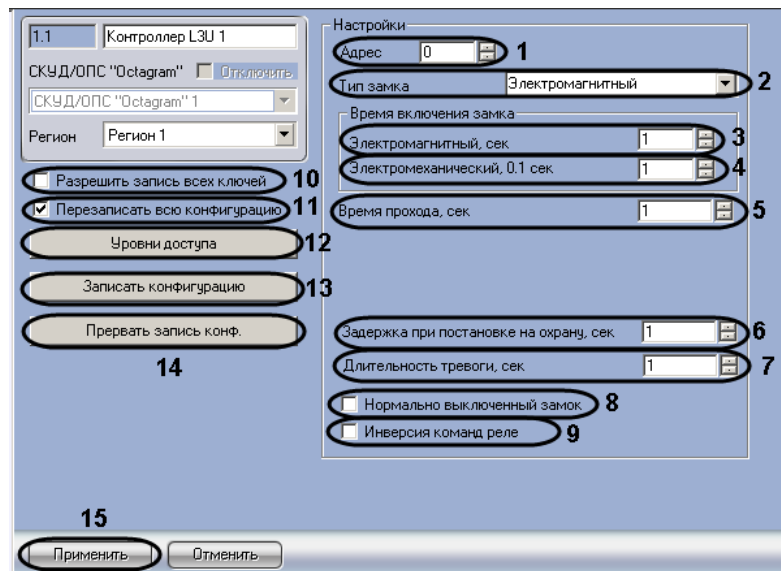

Рис. 3.3—4 Настройка контроллера L3U
1. В поле **Адрес** ввести с помощью кнопок **вверх-вниз** адрес контроллера L4D/L5D в десятичной системе счисления (см. Рис. 3.3—4, **1**).
2. Из раскрывающегося списка **Тип замка** выбрать тип используемого замка – электромагнитный или электромеханический (см. Рис. 3.3—4, **2**).